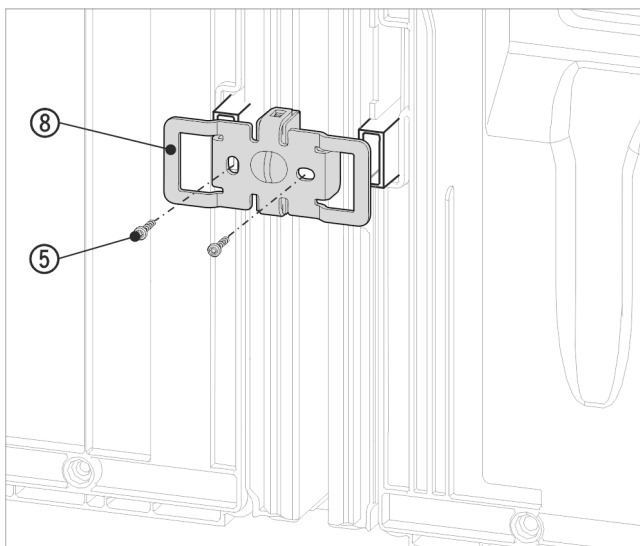

Fig. 18 Príklad zobrazenia
- ▶ Uholník Fig. 18 (8) opätovne posuňte s vybrániami nad uchytienie pre dištančné držiaky na stenu.
- ▶ Priskrutkujte ho pomocou 2 skrutiek Fig. 18 (5).